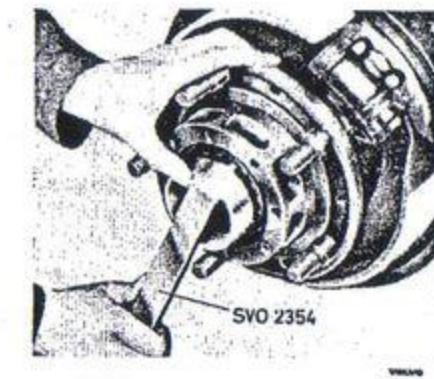
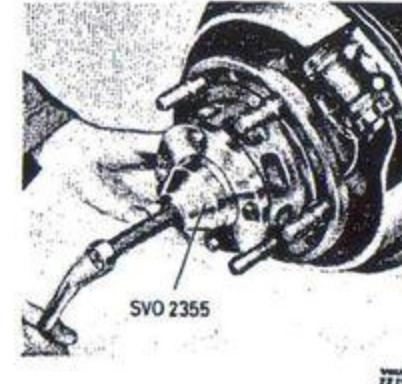
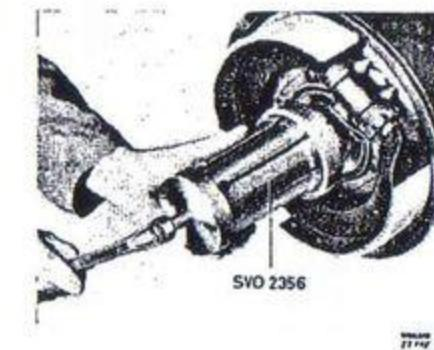

Bild 102. Demontering av lagermutter.
Bild 103. Demontering av nav.
Bild 104. Demontering av inre lager.
3. Vik upp låsbrickan för hjullagren. Skruva av muttern med nyckel SVO 2354 (bild 102). År bromstrumman lös lyfts den av. I annat fall dras den av tillsammans med navet varvid dock bromsbackarna bör justeras tillbaka. Dra av navet med hjälp av avdragare SVO 2355 (bild 103). Dra av inre lagret från spindeln med avdragare SVO 2356 (bild 104). Ta bort läsningsringen.